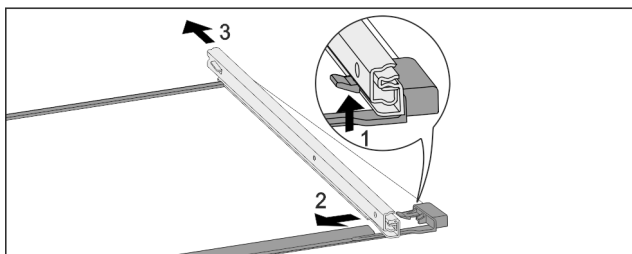

Fig. 235 Staklena ploča s vodilicama
- Prednji uskočnik pritisnite prema gore. Fig. 235 (1)
- Izvlačnu vodilicu povucite u stranu Fig. 235 (2) i prema natrag Fig. 235 (3).